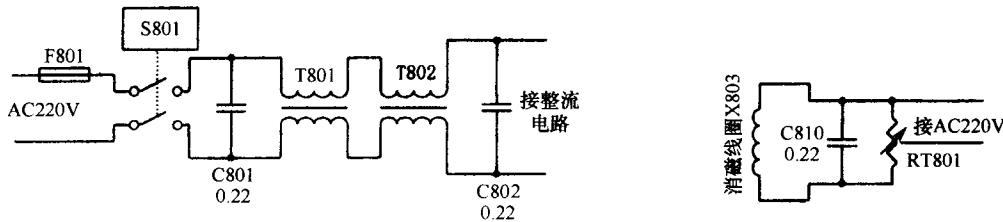

图 1-2 线路滤波器电路
(1)线路滤波器。线路滤波器由互感线圈 T801、T802, 高频滤波电容 C801、C802 等元件构成,如图 1-2 所示。